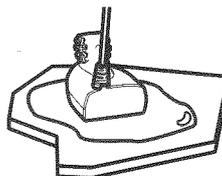

Figure 31
6. Collez le transducteur en position en le tournant légèrement dans le but d'éliminer l'air piégé dessous, en gardant l'extrémité pointue du corps du transducteur vers la proue (Figure 31).